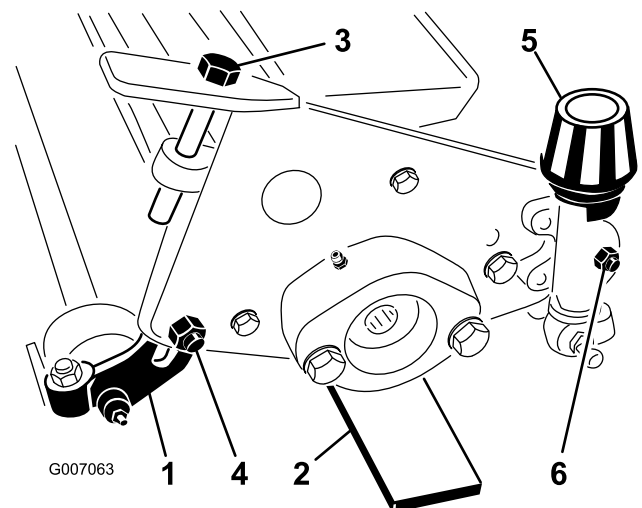

Figure 2
2. Lösen Sie die zwei (2) Sicherungsmuttern an den Schlosssschrauben, mit denen die Hinterradhalterungen am Rahmen des Vertikutiergeräts befestigt sind (Figure 2).
4. Drehen Sie die Einstellkopfschrauben an jedem Ende des Vertikutiergerätes so, dass die Radhalterungen in der höchsten Stellung sind (Figure 2). Stellen Sie die Hinterräder auf die ebene Oberfläche
1. Messlehre (4)
3. Lösen Sie beide Handräder für die Schnitthöhe, wenn beide Hinterräder die ebene Oberfläche berühren. Drehen Sie die Handräder für die Schnitthöhe, bis beide Enden der vorderen Rolle die ebene Oberfläche berühren. Prüfen Sie den Kontakt mit einem Stück Papier an jedem Ende der Rolle. Ziehen Sie die Sicherungsmuttern der beiden Handräder für die Schnitthöhe wieder fest (Figure 2).